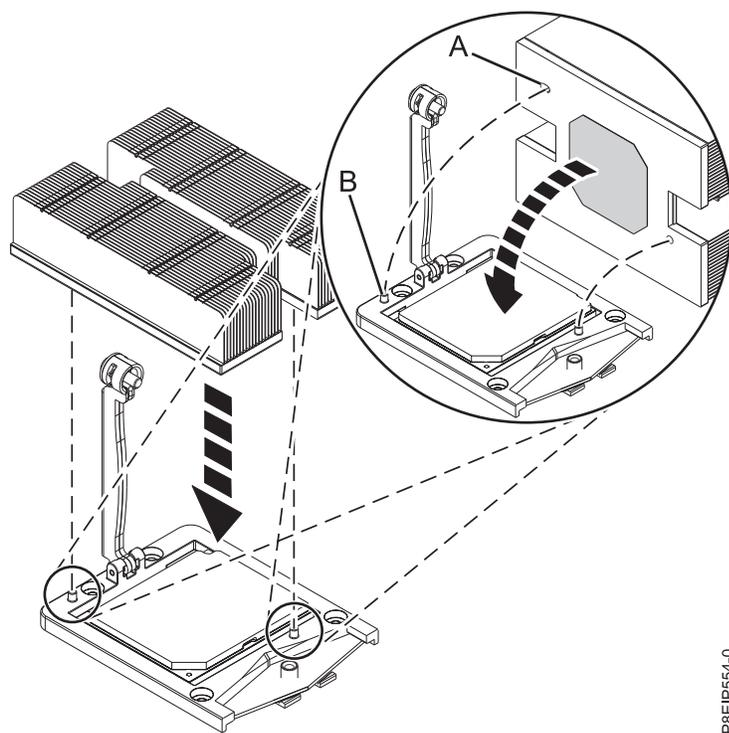

Figura 38. Instalando o dissipador de calor
10. Mova o dissipador de calor do processador para o processador. Abaixе cuidadosamente o dissipador de calor sobre o módulo de processador do sistema, assegurando que os furos no dissipador de calor **(A)** estejam alinhados com os dois pinos guia **(B)** no soquete, conforme mostrado na Figura 38.